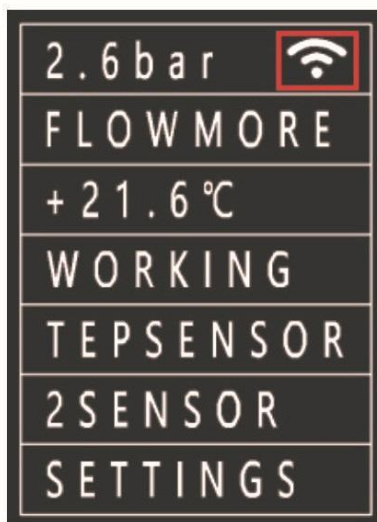
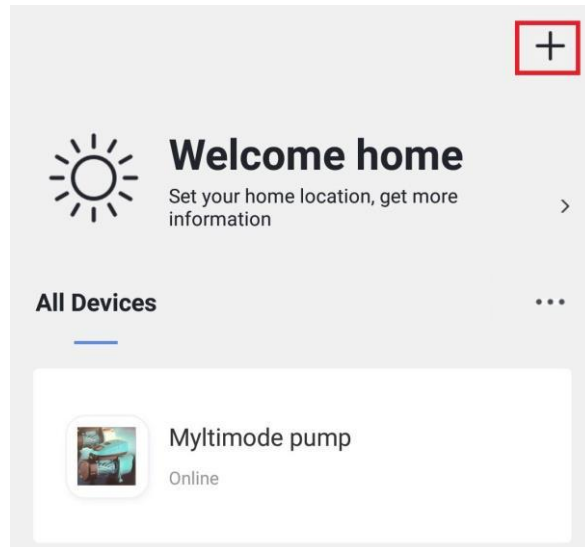

Рисунок 1
Рисунок 2
1. Когда насос подключен к источнику питания, в правом верхнем углу дисплея будет мигать значок Wi-Fi (смотрите рисунок 1). В это время в приложении на смартфоне добавьте устройство, нажав «+» в правом верхнем углу (смотрите рисунок 2). Примечание: если значок Wi-Fi не мигает, можно перезапустить его, нажав и удерживая кнопку  около 10 секунд.